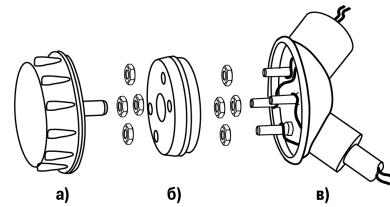

Рисунок 6.3 – Монтаж прибора
1. Подключить соединительные кабели ИП и датчиков к четырем клеммным винтам, запрессованным в корпус коммутационной головки первичного датчика, – рисунок 6.3. в.
3. Надеть прибор (через четыре сквозных отверстия с запрессованными клеммными втулками) на клеммные винты корпуса коммутационной головки первичного датчика – рисунок 6.3.б.
5. Навинтить крышку на корпус прибора – рисунок 6.3.а.